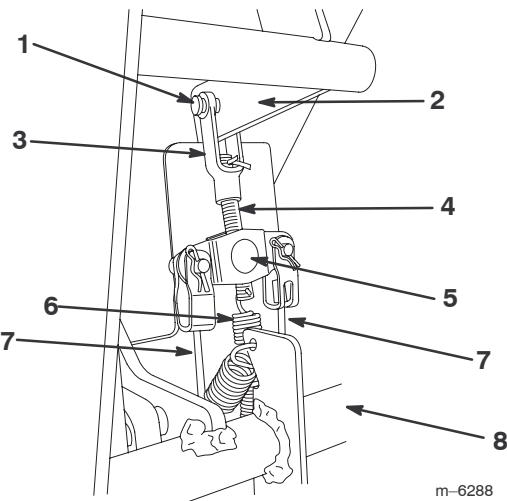

Figure 31
2. Appuyez légèrement sur la pédale de frein (44,5-67 N) jusqu'à ce que vous sentiez une résistance. Vérifiez l'écart entre le levier de frein (illustré à la Fig. 31) et la butée pour déterminer la distance à laquelle l'équilibrEUR doit être réglé.
3. Retirez l'ergot qui fixe la chape de tige de frein (Fig. 31).
4. Décrochez le ressort du bas de la tige de frein (Fig. 31).
6. Vissez ou dévissez la tige de frein dans l'équilibrEUR selon besoin pour supprimer le mou des câbles de frein (Fig. 31). Ne tendez pas les câbles excessivement.
7. Accrochez le ressort dans le trou de la tige de frein (Fig. 31).
- Accouplez la chape de la tige de frein au levier de frein à l'aide de l'axe et de la goupille fendue retirés précédemment (Fig. 31).